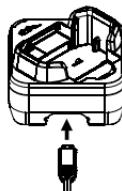
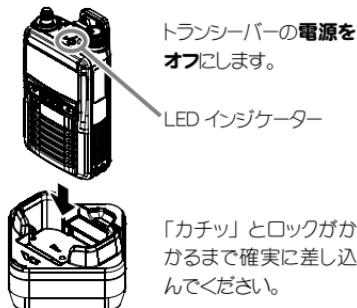

図 3：コネクターの先端形状を確認し差し込む
図 4：充電器をスタンドとして使用する
- ① AC アダプターのコネクターを充電器の側面にある電源ソケットに差し込みます（図 3）。
- ② AC アダプターを AC コンセントへ確実に差し込むと、充電器の LED インジケーターが約 1 秒間緑色に点灯します。
- ③ トランシーバーの電源をオフにし、充電器にトランシーバーを差し込みスタンドとして使用します（図 4）。